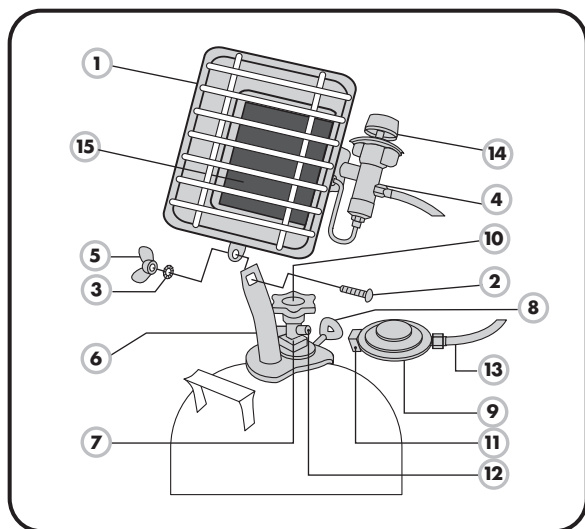

Fig. 1: Montaggio del radiatore a gas
1. Montare il radiatore (1) con vite acclusa (2), rosetta dentata (3) e dado ad alette (5) al supporto bombola (6), come indicato in Fig. 1.
Durante il montaggio del radiatore al supporto bombola, prestare necessariamente attenzione che la vite di serraggio (8) indichi in direzione del retro dell'apparecchio (vedi Fig. 1). Solo in questo modo è possibile portare il radiatore esclusivamente nella posizione angolare consentita.
2. Appoggiare il supporto bombola (6) al collo della bombola della gas in maniera tale che i bordi dell'incavo e la vite di serraggio entrino nella scanalatura del collo della bombola (7).
3. Prima di stringere la vite di serraggio (8) prestare attenzione al corretto posizionamento del radiatore montato. Il posizionamento corretto viene raggiunto quando l'ingresso della valvola del gas (4) del radiatore e l'uscita della valvola della bombola (12) indicano nella stessa direzione.